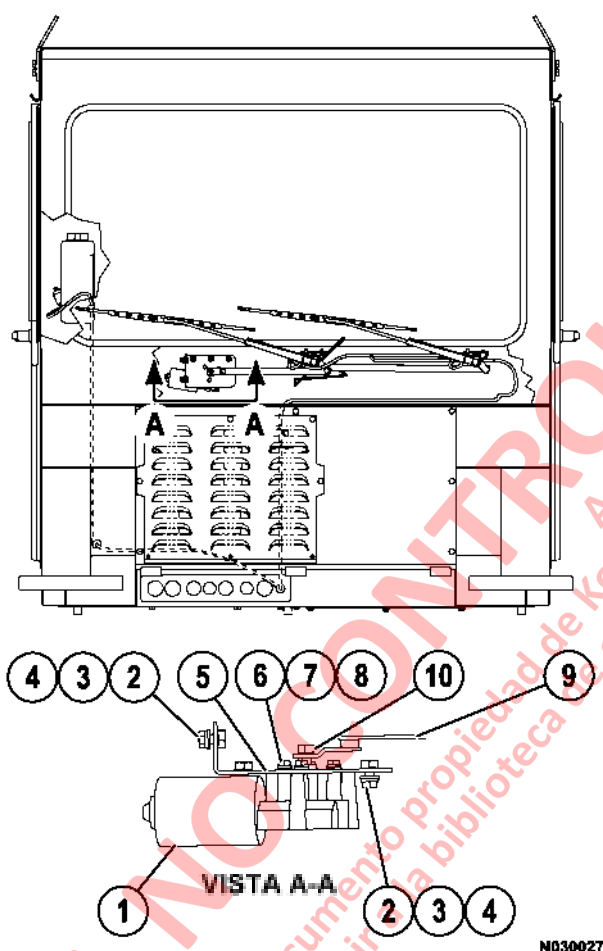
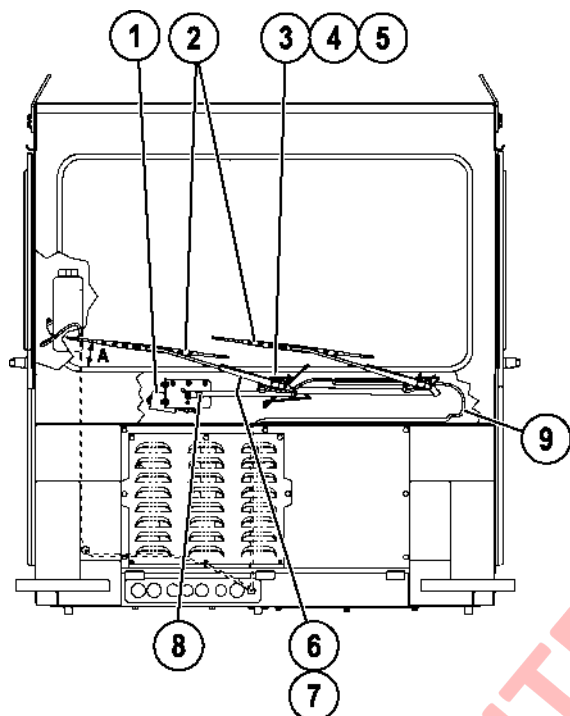

FIGURA 3-1. INSTALACION DE LIMPIAPARABRISAS
FIGURA 3-3. POSITION ESTACIONARIA
3. Mientras mantiene fija la articulación, saque la tuerca (10, Figura 3-1) y desconecte la articulación desde el motor.
4. Saque tres pernos (6) con golillas que sujetan el motor del limpiador a la placa (5). Saque el conjunto del motor.
1. Coloque el motor del limpiador (1, Figura 3-1) en posición en la placa (5).
2. Instale tres pernos (6) con golillas planas (7) y golillas fijadoras (8). Apriete los pernos a un torque de **8-9 N.m (71-79 in. lbs.)**.
3. Alinee el eje de salida del motor con la articulación del limpiador. Instale la tuerca (10) y mientras mantiene fija la articulación, apriete la tuerca a un torque de **22-24 N.m (16-18 ft. lbs.)**.
5. Verifique que los limpiadores funcionen en forma correcta y fije en la posición adecuada. Consulte la Figura 3-3.
3. Asegúrese que los brazos del limpiaparabrisas funcionen adecuadamente y fije en la posición correcta después de completar la instalación. Consulte la Figura 3-3.
2. Saque el retén del limpiador (8, Figura 3-3) y desconecte la articulación del limpiador del brazo de accionamiento del motor del limpiador.
4. Saque los pernos (3, Figura 3-3) con las golillas.
2. Instale los pernos (3, Figura 3-3) con arandelas de bloqueo (4) y las arandelas planas (5) y apriete los pernos.
4. Alinee la articulación y conecte el brazo de accionamiento del motor del limpiador usando el retén (8, Figura 3-3).
NOTA: Cuando el motor está detenido, el brazo de accionamiento estará en la posición de las 3 horas como se muestra en la Figura 3-3.